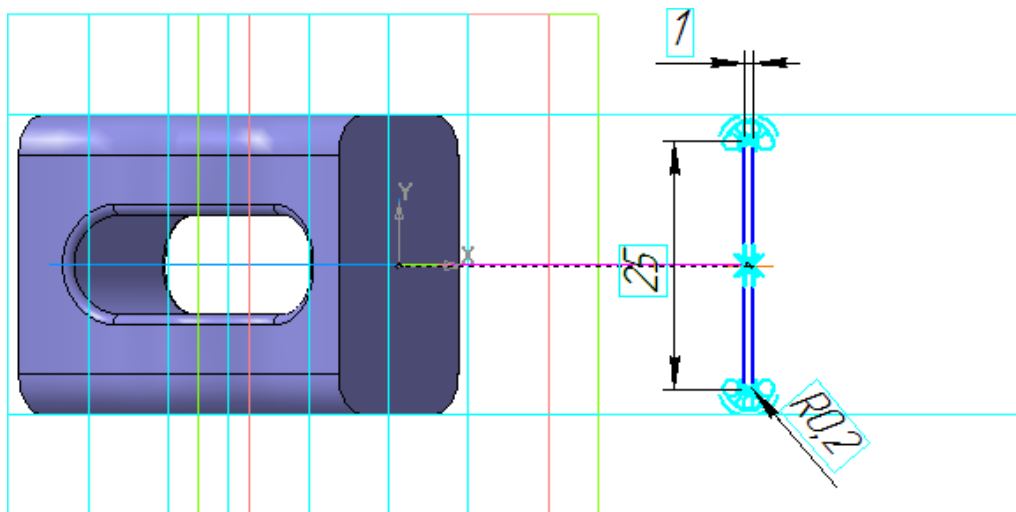

Рисунок 37
- Измените значения размеров, как это показано на рисунке. Начните с изменения значения радиального размера (рис. 37).